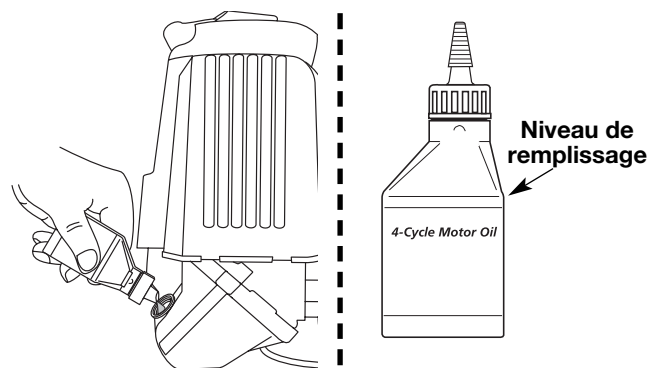

Fig. 60
**REMARQUE :** Mesurez la quantité nécessaire à l'aide de la bouteille et de la buse utilisées lors de la mise en service. 90 ml (3,0 fl oz) correspond environ au haut de l'étiquette de la bouteille (Fig. 60). Vérifiez le niveau d'huile avec la jauge. S'il est trop bas, ajoutez un peu d'huile par l'orifice et revérifiez. Ne remplissez pas trop (Fig. 60).